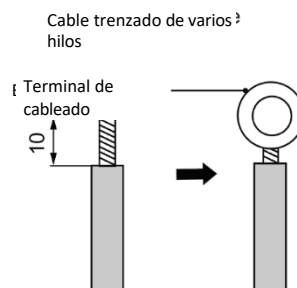

Fig. 5.2
(2) Conexión del cable trenzado (tal y como se indica en la fig. 5.2)